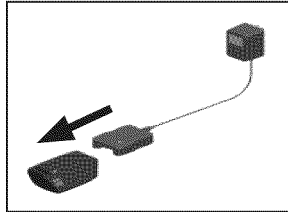

Figura 2 - Deslizando el cargador sobre la batería
3. Deslice el cargador en el paquete de baterías como se muestra en la figura 2. Deje que el paquete de baterías se cargue hasta que el LED rojo se apague. Luego de la carga inicial, bajo uso